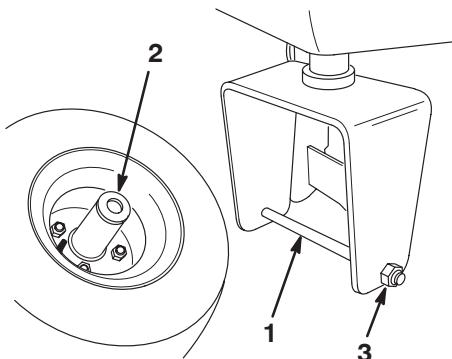

Figure 4
- Déposez le boulon et le contre-écrou des trous de montage de la roue dans la chape de roue arrière (Fig. 4).
- Montez la roue arrière dans la chape pivotante. Introduisez le boulon dans l'un des trous de montage, disposez une entretoise et faites passer le boulon à travers la roue (Fig. 4).